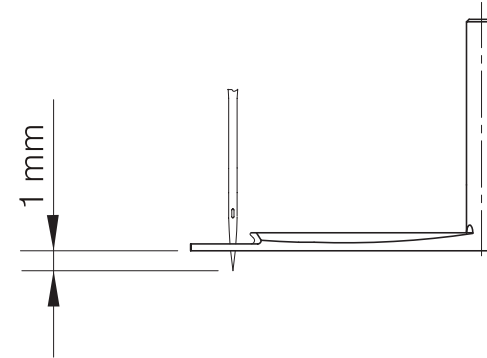

Fig. 75
- (1) Altura: Quando a barra agulha no ponto morto superior, a gorjeta da agulha esquerda deve exceder a altura do distribuidor (o UT) por 1 mm. (Fig.75)